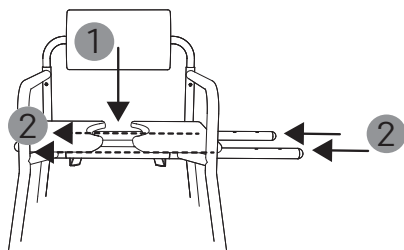

fig. 13
2. Posizionare la seduta al centro tra le due fiancate, sopra l'alloggiamento dei tubi, in modo che poggi in orizzontale (1, fig. 13). Verificare che la seduta sia posizionata correttamente scuotendola leggermente. Se la seduta non si muove, significa che l'alloggiamento al di sotto è posizionato correttamente.
3. Spingere i due tubi a innesto di lato (a destra o sinistra) negli appositi alloggiamenti sotto la seduta (all'occorrenza si possono spingere ancora, con leggeri movimento rotatori). I tubi devono essere spinti completamente all'interno (2, fig. 13).